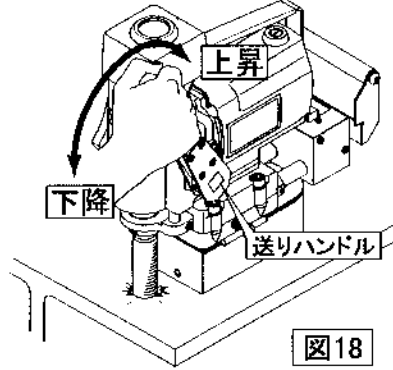

図18
(9)送りハンドルをゆっくり引き下げ刃物を下ろし加工を開始します。(図18)